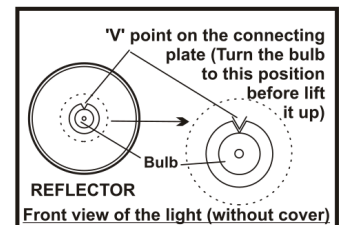

Fig.16
- Durch eine neue Krypton-Glühbirne ersetzen. (Fig. 16)